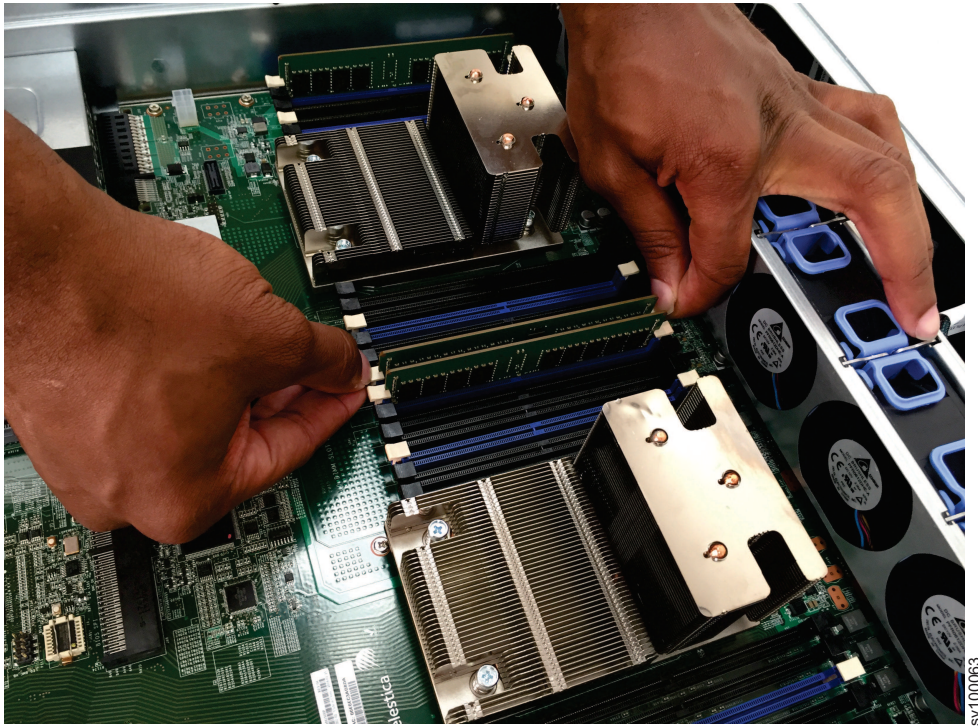

图 74. 弹出内存条
5. 按 DIMM 一侧的锁定卡口以将其弹出，如图 74 中所示。